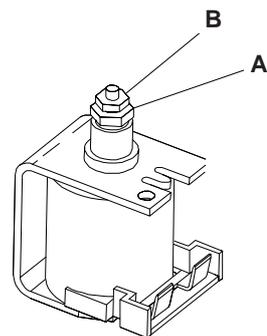

fig. 28
- Correggere eventualmente il valore ruotando il dado "A" (fig. 28) in senso ORARIO per aumentare, in senso ANTIORARIO per diminuire.
- Trascorsi circa 120 secondi, il valore della pressione aumenta: verificare il valore, e se è il caso correggerlo ruotando il dado "B" (fig. 28) in senso ORARIO per aumentare, in senso ANTIORARIO per diminuire.